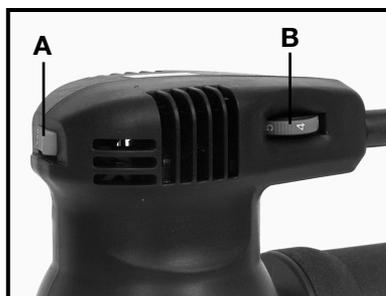

Fig. 1A
Régler la vitesse à l'aide de la molette (B) Fig. 1A. En position No. 1, la vitesse est minimale (5000 OPM), elle est maximale en position No. 6 (12 000 OPM). La vitesse peut être changée en marche ou à l'arrêt.